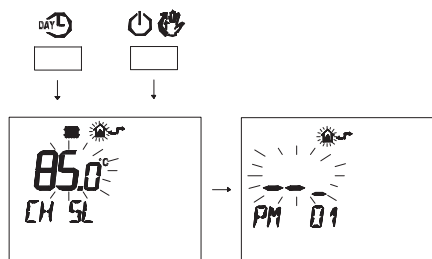

Figura 5.65
- Premere contemporaneamente i pulsanti  e  per entrare nella programmazione trasparente (Figura 5.65).